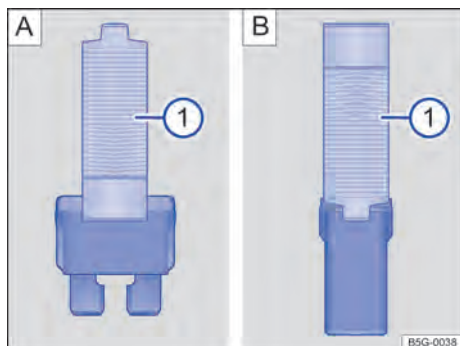

Fig. 144 Retirar ou colocar o fusível com a pinça de plástico: **A)** fusível plano, **B)** fusível de bloqueio.
- Se necessário, retirar a pinça de plástico → **Fig. 144 1)** da cobertura da caixa de fusíveis.
- De acordo com a versão do fusível, colocar as garras adequadas do alicate plástico → **Fig. 144 A) 1)** ou → **Fig. 144 B) 1)** lateralmente no fusível.